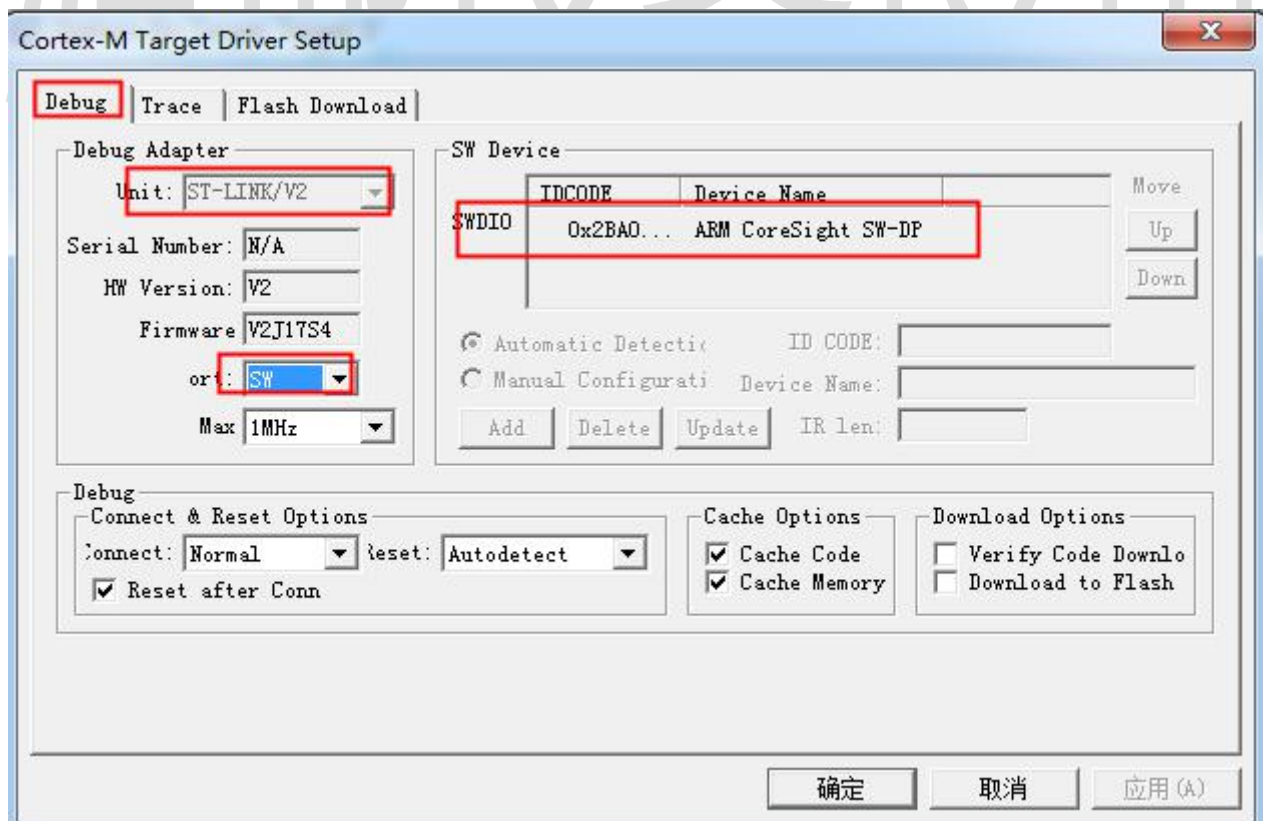

图 34
4.3.5、点击“Setting”按钮，进行如下参数设置，如果 ST-Link/V2 驱动安装成功，并且 ST-Link/V2 与目标板连接成功，“Debug Adapter”一栏会显示 ST-Link/V2 的相关信息。Ort 必须选择 SW 模式，SW Device 会显示 IDCODE /Device Name 信息，如图 34。